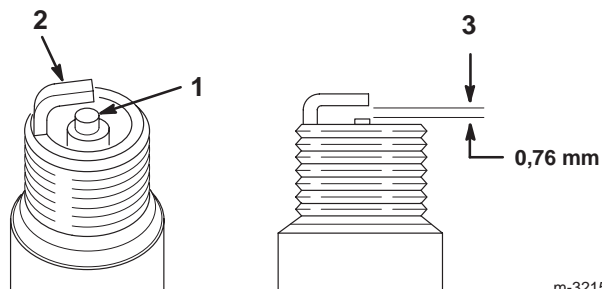

Figure 38
1. Inspectez le centre des bougies (Fig. 38). Si le bec de l'isolateur est recouvert d'un léger dépôt gris ou brun, le moteur fonctionne correctement. S'il est couvert d'un dépôt noir, c'est généralement signe que le filtre à air est encrassé.
2. Contrôlez l'écartement entre l'électrode centrale et l'électrode latérale (Fig. 38). Courbez l'électrode latérale (Fig. 38) si l'écartement est incorrect.